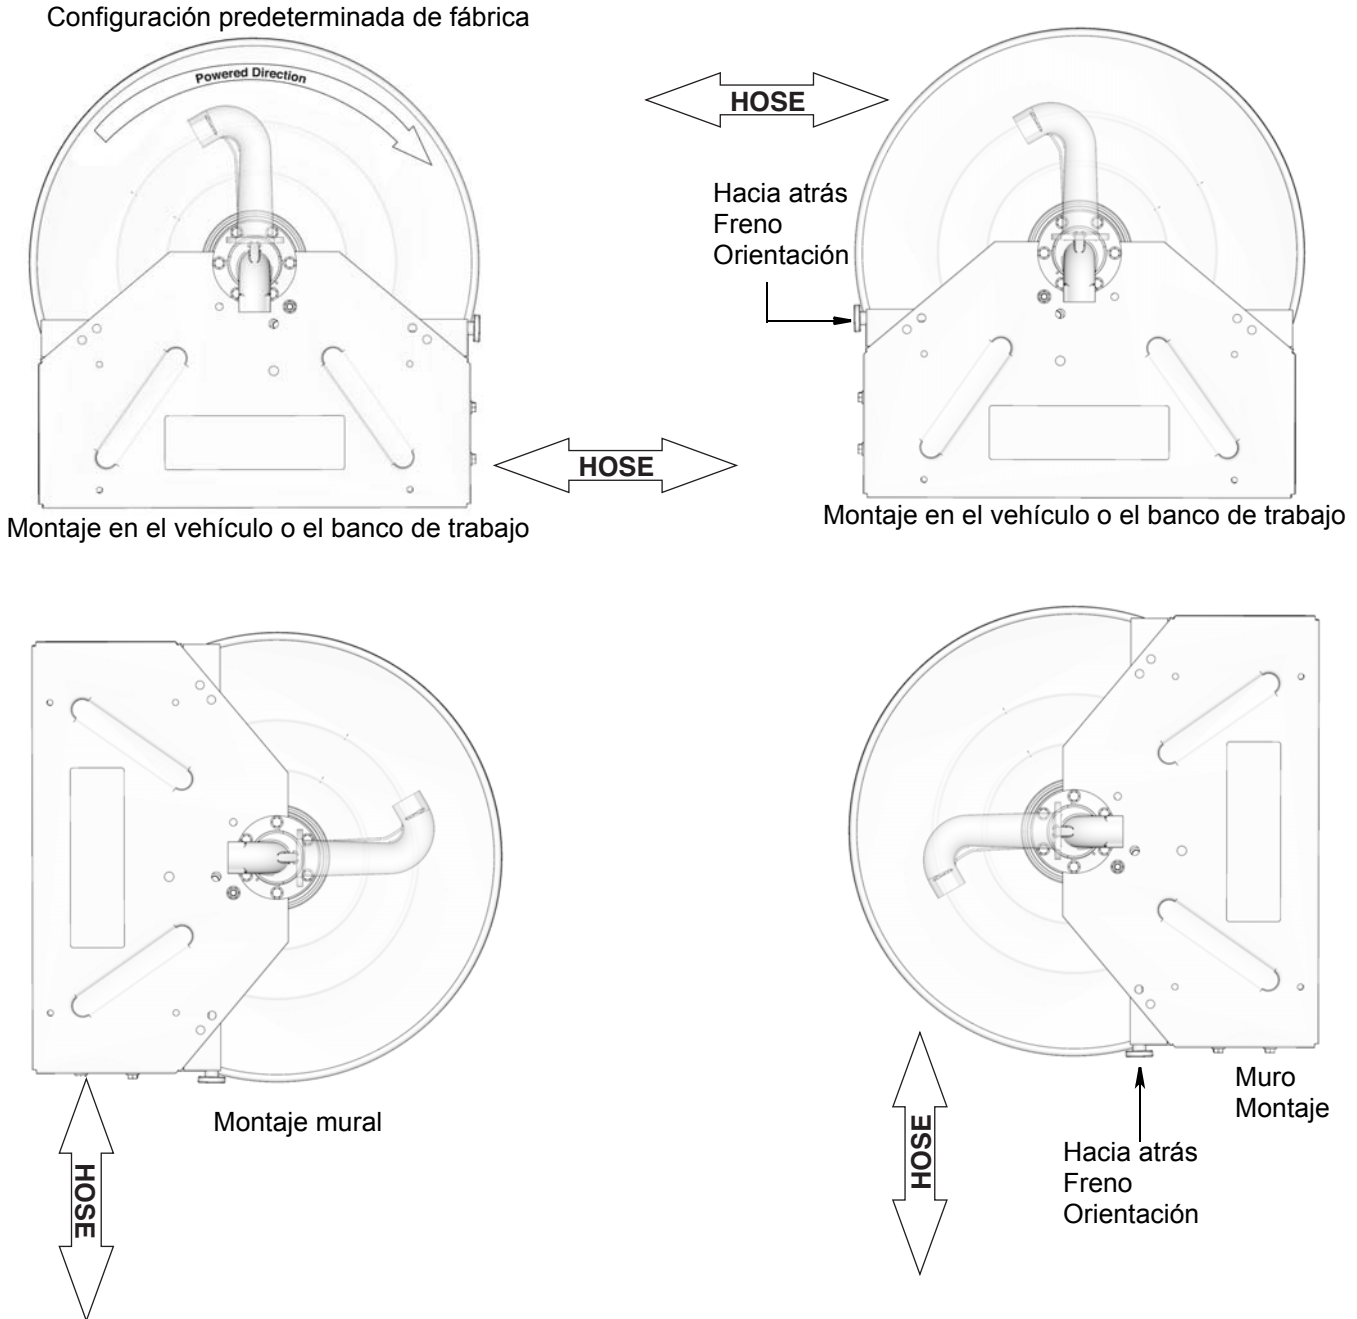
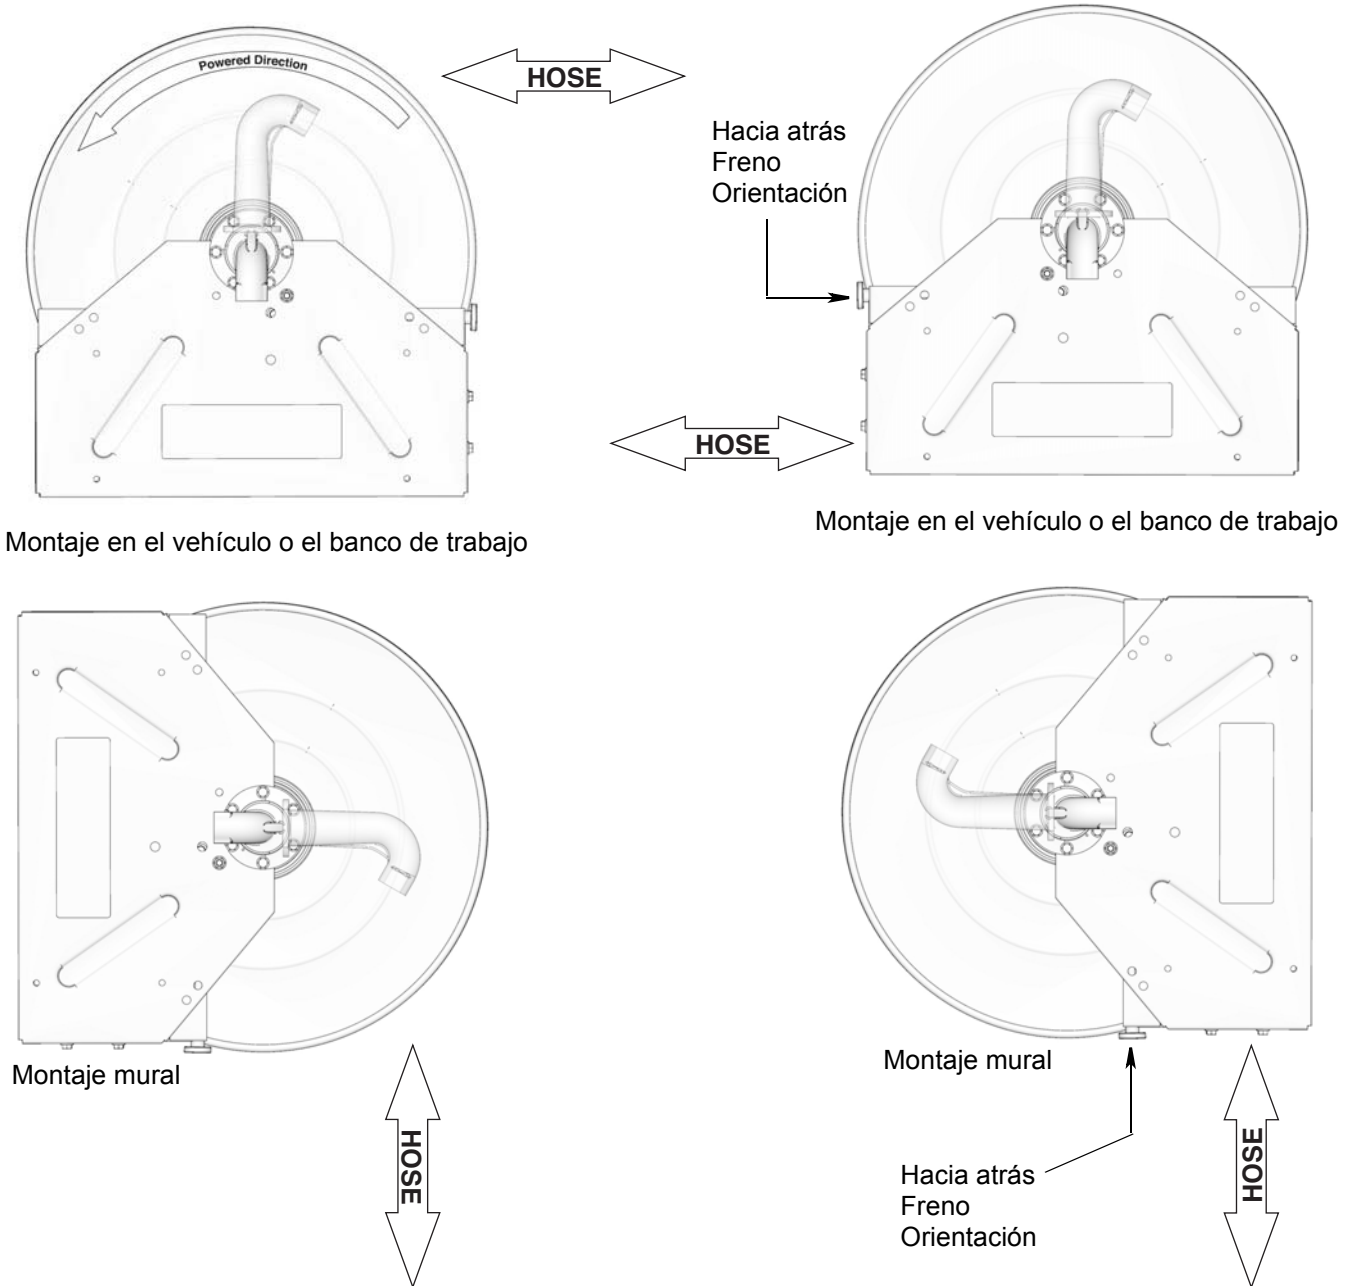

FIG. 22: Se muestra el lateral de la entrada
FIG. 23: Se muestra el lateral de la entrada
La orientación de salida (17) y el giro del motor (26) pueden modificarse según se muestra en FIG. 22-FIG. 23.
En las configuraciones que se muestran en FIG. 22, el motor gira en sentido antihorario cuando se observa desde el lateral del motor del carrete. Las cuatro configuraciones que se muestran en FIG. 22 tienen el giro del motor y la orientación de salida estándar de fábrica.
En las configuraciones que se muestran en FIG. 23, el motor gira en sentido horario si se observa desde el lateral del motor del carrete. Las cuatro configuraciones se muestran en FIG. 23 requieren que se invierta el giro del motor (26) y de la salida (17).
3. Determine la orientación correcta de la salida (17) para la ubicación de la instalación. Consulte Orientación de la salida y rotación del motor, FIG. 22, en la página 28 y FIG. 23, página 29.